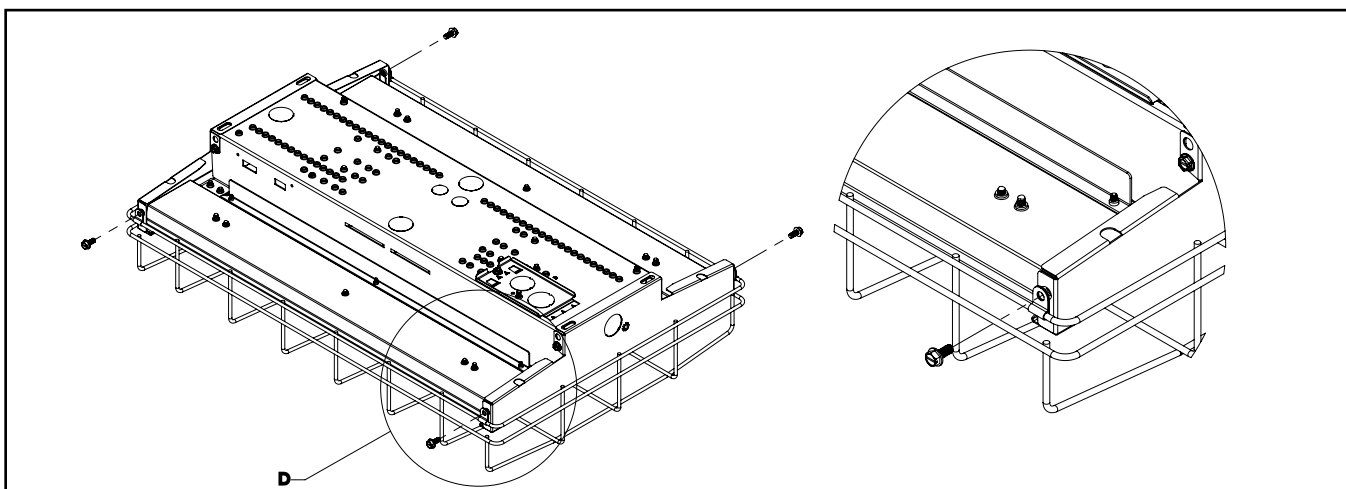

Figure 6.
6. Installez et serrez les 4 vis à tôle no 10 x 9,5 mm [3/8 po] dans les pinces de montage et dans les trous de la plaque de fixation comme indiqué à la (figure 6).